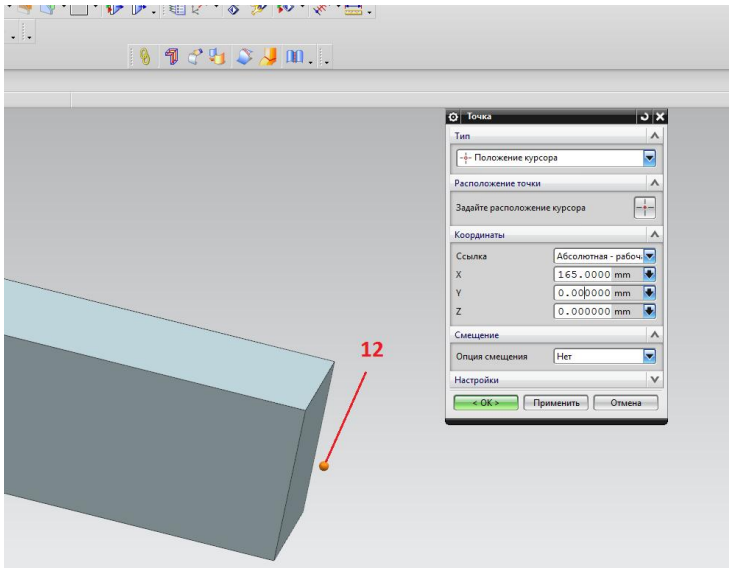

Рисунок 7. Окно создания точки, лежащей на центральной оси балки и отстающей от конечной грани
Затем необходимо создать точку, лежащую на центральной оси нашей балки и отстающую от конечной грани на 5мм (12). После создания точки перейти в нашу fem-модель (Окно→.fem) (рисунок 7).